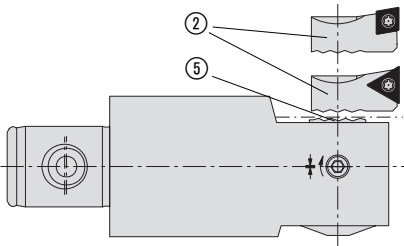

Fig. 3
Le boulon de réglage ⑤ possède une face striée ce qui permet un blocage sûr et rapide des différents porte-plaquettes ② (Fig. 3).